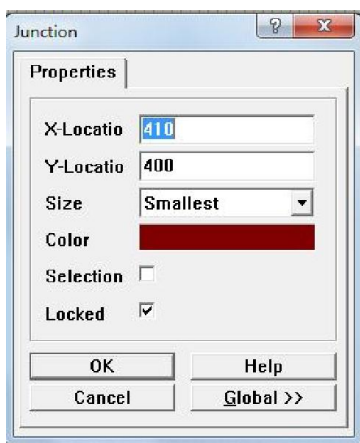

图 4.41 Junction 属性对话框
(1) 执行放置线路节点命令，有三种方法：
- ① 执行菜单命令 Place/Junction。
- ② 按下 **P** 键，松开后按下 **J** 键。
- ③ 用左键单击 Wiring 工具栏中的  按钮。
(2) 此时，带着节点的“十”字光标出现在工作平面内，用鼠标将节点移动到两条导线的交叉处，单击鼠标左键，即可将线路节点放置到指定位置。
(3) 放置节点完成后，单击鼠标右键或按下 **Esc** 键，可以退出放置节点状态。
(4) 双击放置的节点，弹出 Junction 属性对话框，如图 4.41 所示。